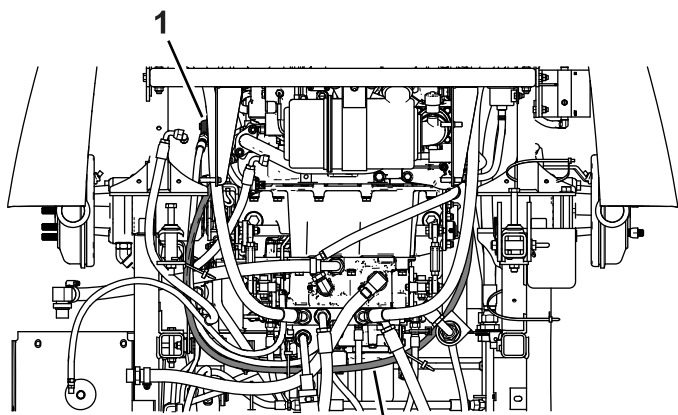

**Figure 16**
2. Branchez le raccord (90°) qui est au bout du grand flexible hydraulique sur le raccord hydraulique de la conduite hydraulique (Figure 16).